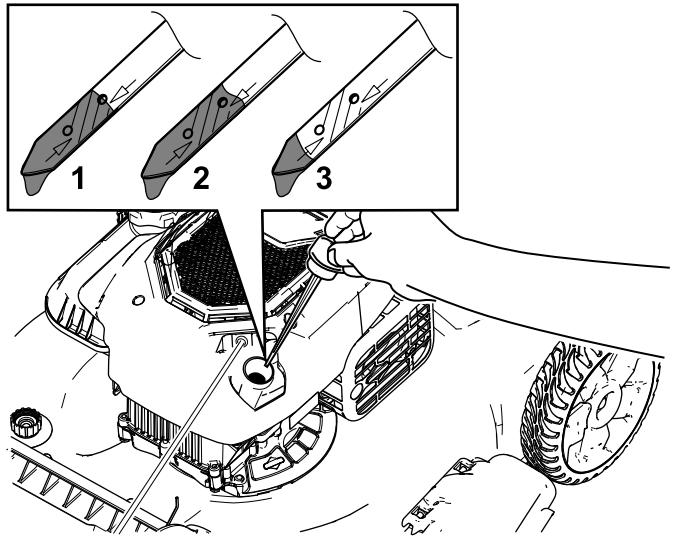

Figura 28
3. Girate il tappo in senso antiorario ed estraete l'asta di livello (Figura 28).